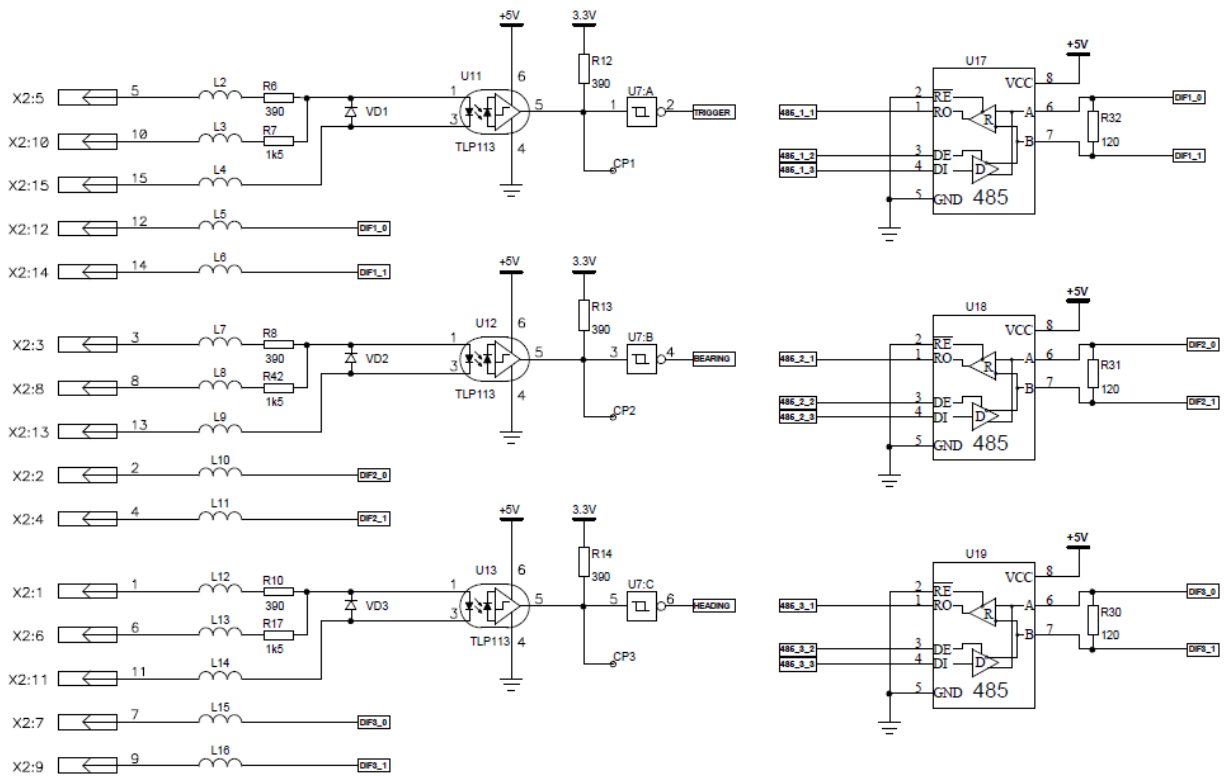

Рисунок 8 - Принципиальная схема входных цепей сигналов ИЗ, КУ и ОК платы изделия
2.4.4 Входные цепи оптопар имеют несколько балластных сопротивлений и рассчитаны на различные варианты подключения (см. рис. 8):